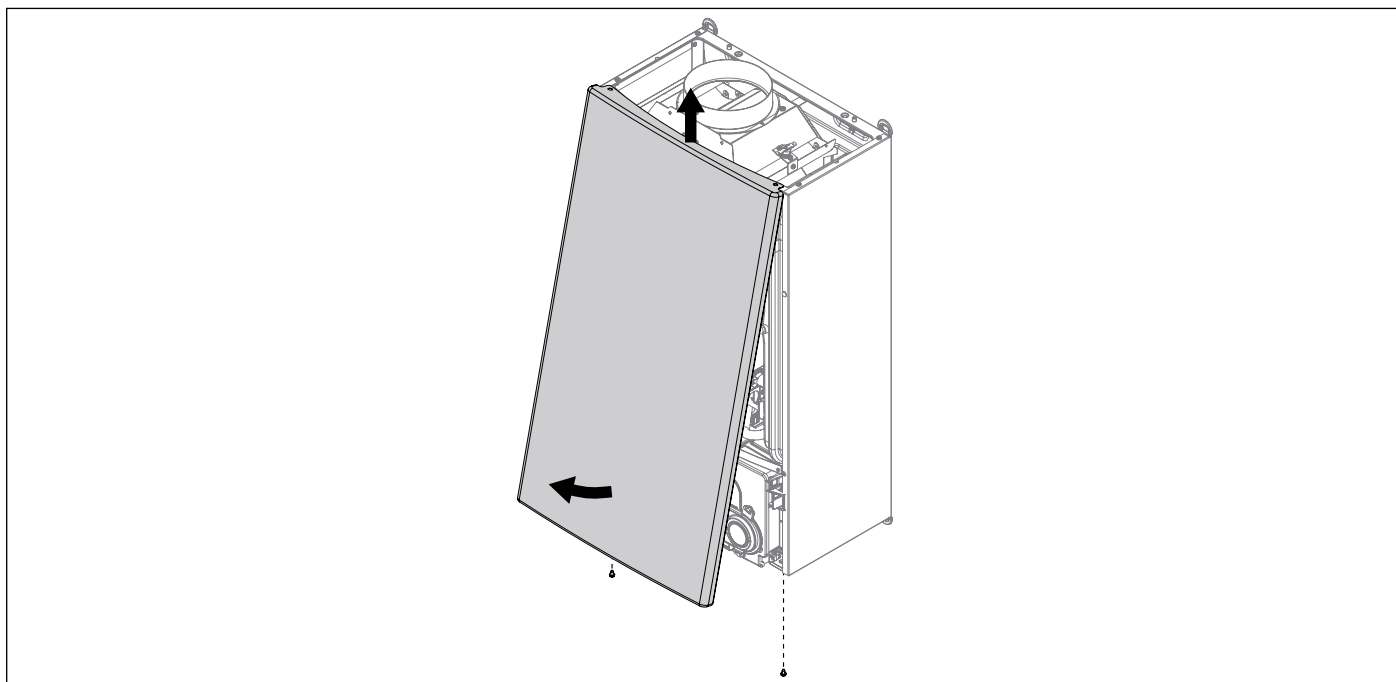

Fig. 12 Revestimento
- Retirar o revestimento frontal da caldeira, desatarraxando os 2 parafusos que o fixam ao chassi (ver Fig. 12 Revestimento).